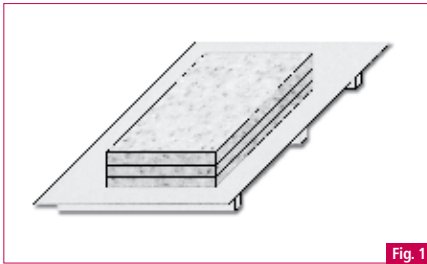

Fig. 1
- 5.1 HI-MACS® sollte immer flach, auf stabilen Paletten, mit einer Abdeckplatte auf der obersten Platte geliefert werden. **Abb. 1.**